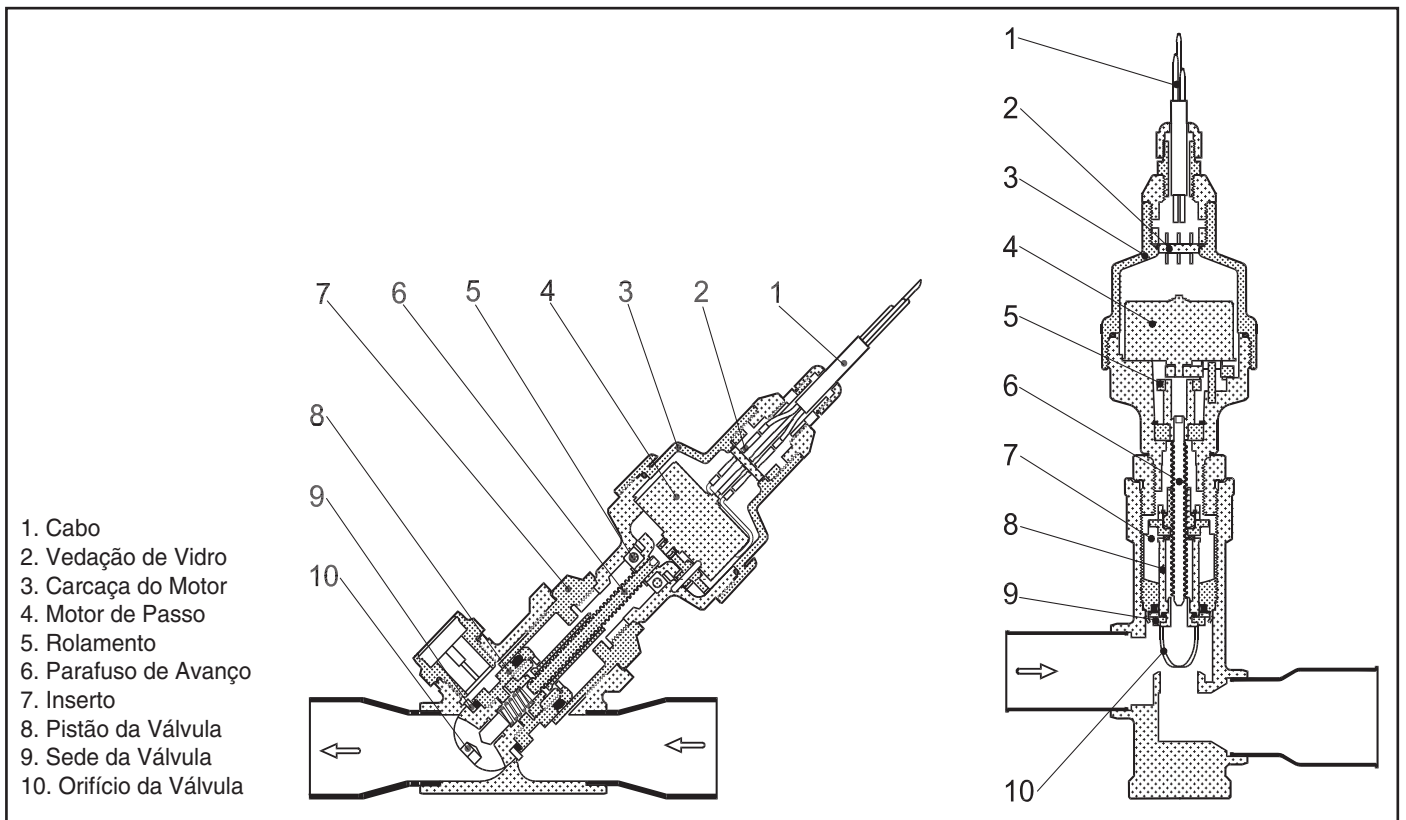

Figura 32 - Vista em corte da Válvula de Expansão Eletrônica
Veja a Figura 32 para uma vista em corte da EXV. O refrigerante líquido à alta pressão entra na válvula através da parte superior. À medida que o refrigerante atravessa o orifício, a pressão cai e o refrigerante muda para uma condição de duas fases (líquido e vapor). A válvula de expansão eletrônica funciona por meio da ativação eletronicamente controlada de um motor de passo. O motor de passo permanecerá na posição, a menos que pulsos de potência acionem os dois conjuntos discretos dos enrolamentos do estator do motor para rotação em ambas as direções. A direção depende da relação de fase dos pulsos de energia.
3. O motor da válvula de expansão está hermeticamente fechado dentro da porção superior da válvula. Veja a Figura 32. Desconecte o plugue EXV. Desparafuse com cuidado a parte do motor do corpo da válvula. O acionador da EXV sairá com a parte do motor. Reconecte o plugue da EXV.
4. Inicie a etapa de teste da EXV adequada sob o (QUIC) modo de teste de serviço. Localize o item desejado Circuit A EXV Position, EXV.A, Circuit B EXV Position, EXV.B, ou Circuit C EXV Position, EXV. C. Mude a posição para 100%. Observe a operação do parafuso de avanço. Veja a Figura 32. O motor deve estar girando, elevando o acionador para mais próximo do motor. O movimento do atuador do motor deve ser suave e uniforme da posição totalmente fechada para a posição totalmente aberta. Selecione 0% e verifique a operação aberta para fechada. Se a válvula estiver corretamente conectada ao processador e estiver recebendo sinais corretos, ainda que não funcione como descrito acima, a parte vedada do motor da válvula deverá ser substituída.